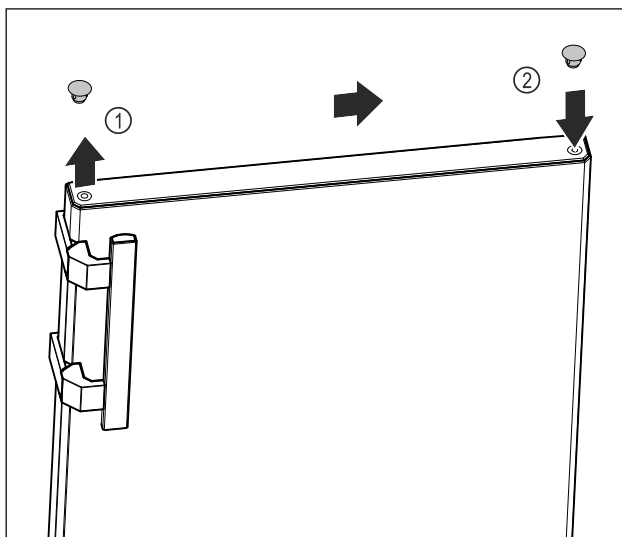

Fig. 18
- Nosta oven yläosan peitetulpat Fig. 18 (1) varovaisesti uraruuvimeisselillä.
- Aseta peitetulpat vastapäiselle puolelle. Fig. 18 (2)